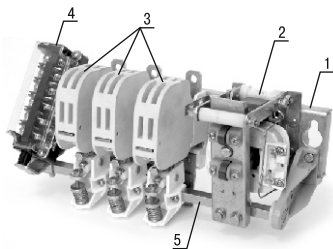

Рисунок 4. Общий вид контактора КТ6613И
7.1 Устройство и работа контакторов поясняется на примере контактора КТ6613И (рисунок 4).
На жесткой стальной рейке 1 (см. рисунок 4) смонтированы: неподвижная часть магнитной системы (сердечник с втягивающей катушкой 2), неподвижные контакты с дуогасительными камерами 3, установленные через изолиру-